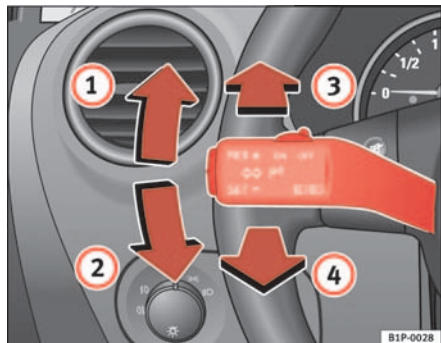

Fig. 76 Palanca de intermitentes y de luz de carretera
- Desplace la palanca hacia arriba hasta el tope ⇒ fig. 76 ① para encender el intermitente **derecho** o bien hacia abajo ②, para encender el intermitente **izquierdo**.
- Desplace la palanca hacia adelante ⇒ fig. 76 ③ para encender la luz de carretera.